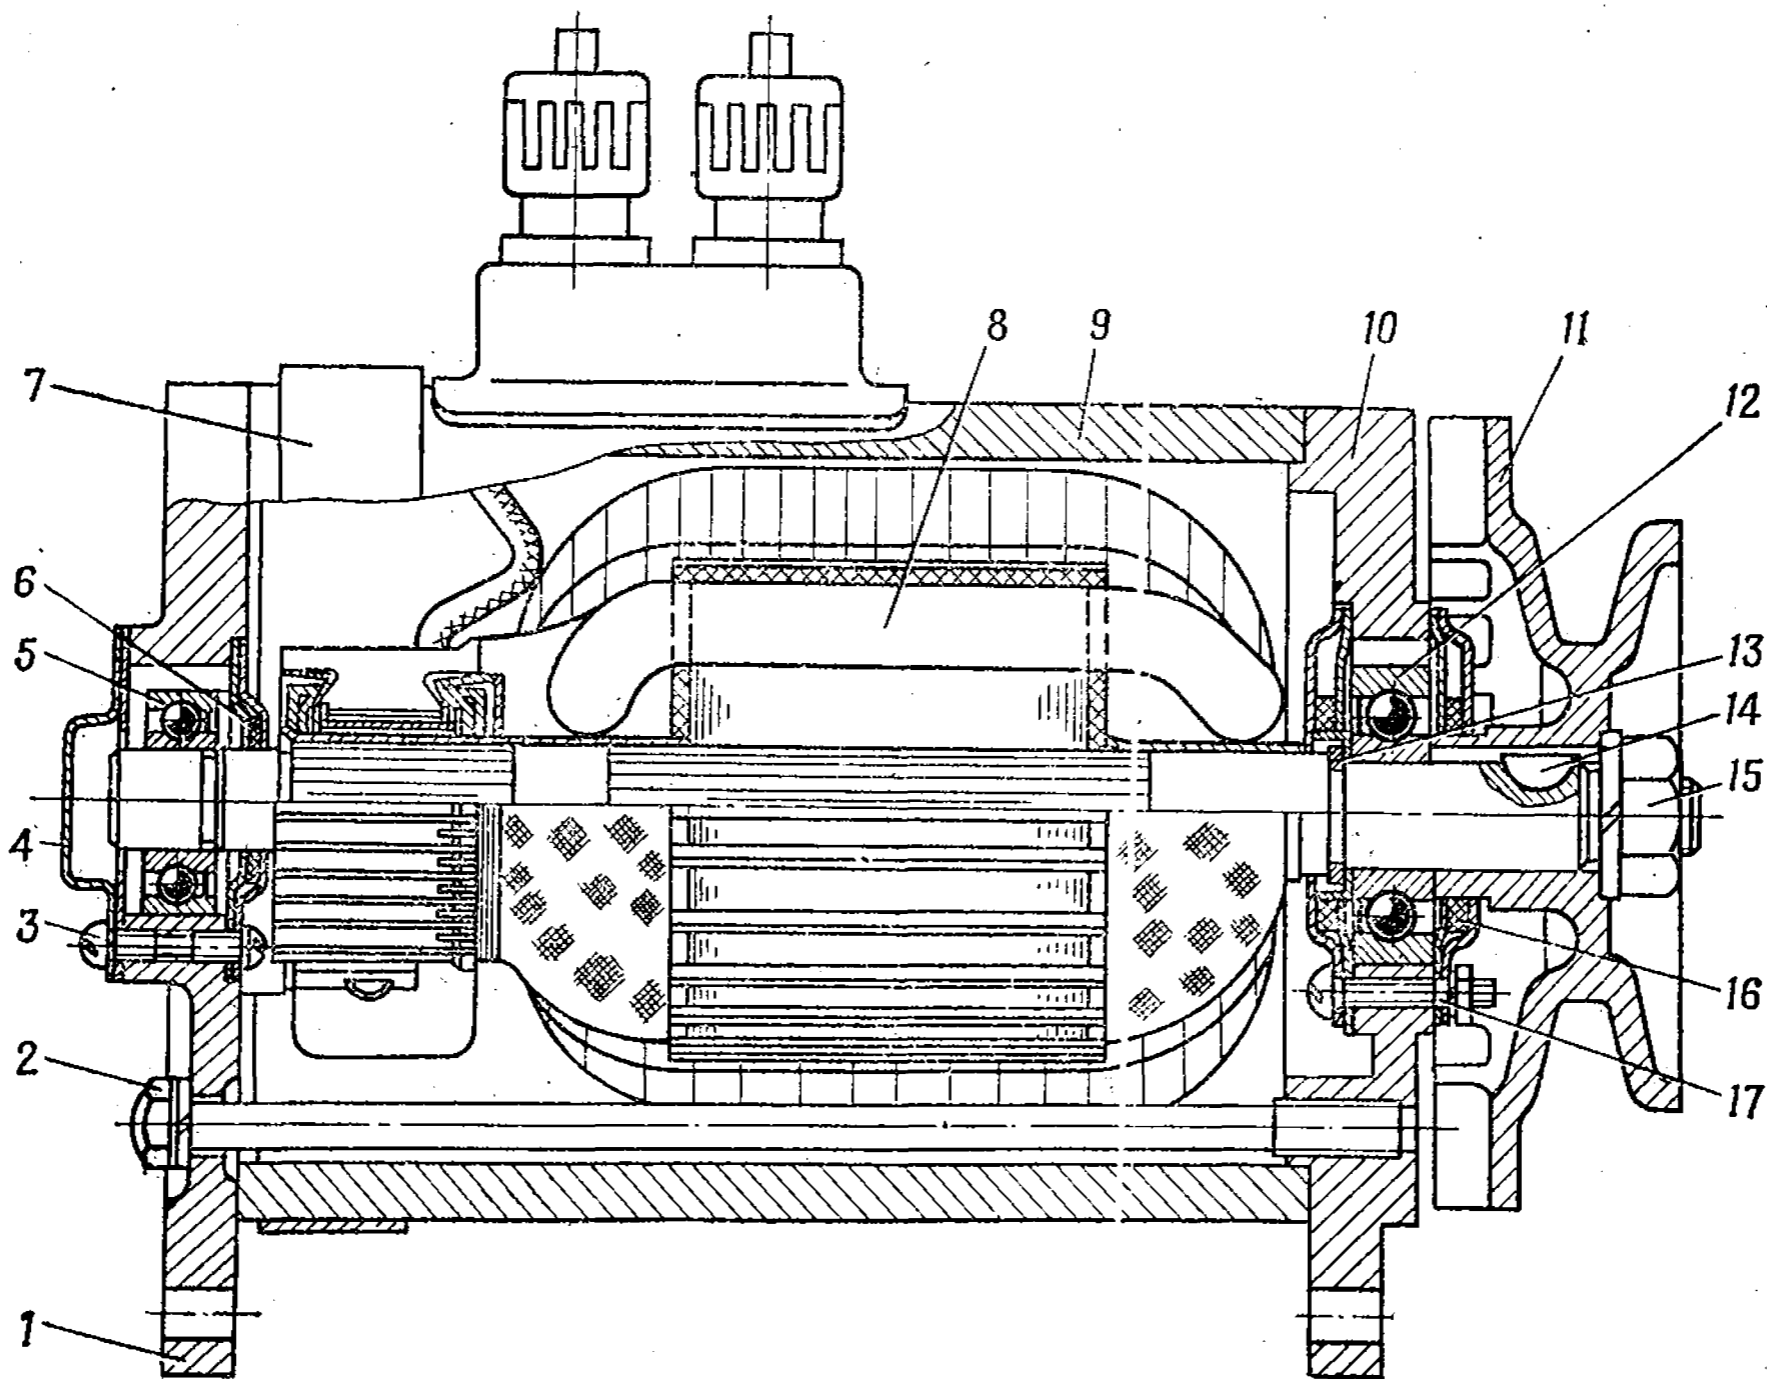

Рис. 158. Генератор Г112-В:
<p style="text-align: center;">Разборка генератора</p> <p>1. Вывернуть винт крепления защитной ленты 7 (рис. 158), снять гайку и защитную ленту</p> <p>2. Вывернуть винты крепления проводов щеток генератора, снять шайбы и щетки</p> <p>3. Вывернуть винты 3 крепления крышки 4 заднего подшипника генератора, снять шайбы, крышку подшипника и прокладку</p> <p>4. Вывернуть стяжные болты 2, снять шайбы, снять крышку 1 генератора со стороны коллектора в сборе с шарикоподшипником 5. Вынуть якорь 8 в сборе со шкивом 11 и крышкой 10 со стороны шкива из корпуса 9</p>	<p>Ключ 10—12; отвертка В 175×0,7</p> <p>Отвертка В 175×0,7; крючок специальный для снятия щеток</p> <p>Отвертка В 175×0,7</p> <p>Ключ 10—12; съемник 5805-02/№ 1</p>
10. Смазать шарикоподшипники 5 (рис. 158) и 12 смазкой № 158